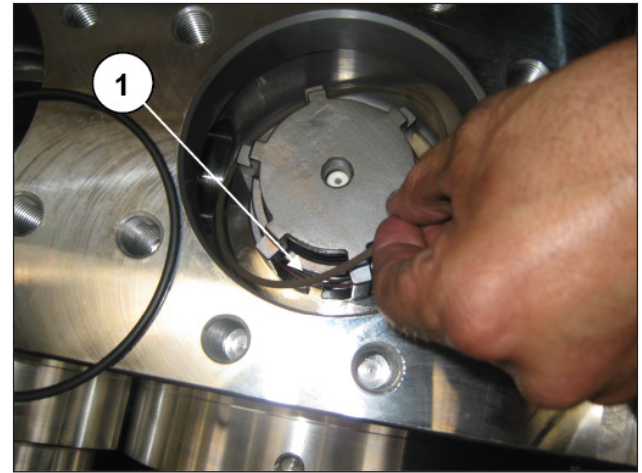

Fig. 187
Introducir la anilla antiextrusión (pos. ①, Fig. 187).